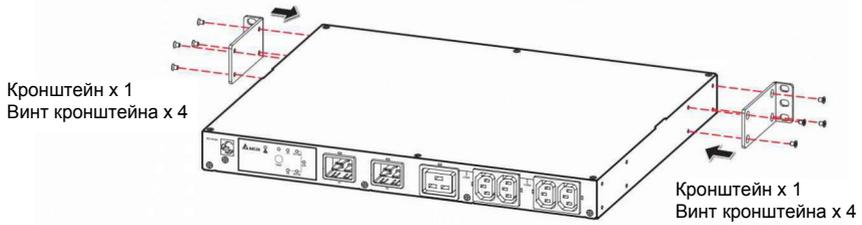

Рисунок 4-3.
- 1) Используйте 8 крепежных винтов из комплекта, чтобы прикрепить 2 кронштейна из комплекта к боковым монтажным отверстиям, расположенным в задней части STS. См. **Рисунок 4-3**.